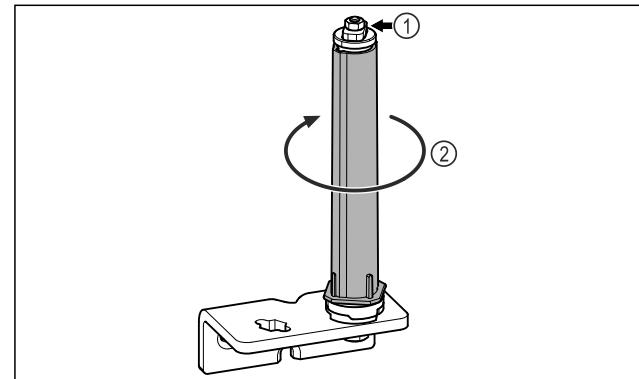

Fig. 18
► Не разбирайте систему закрытия двери Fig. 18 (1).
- Поворачивайте систему закрытия Fig. 18 (2) до щелчка.